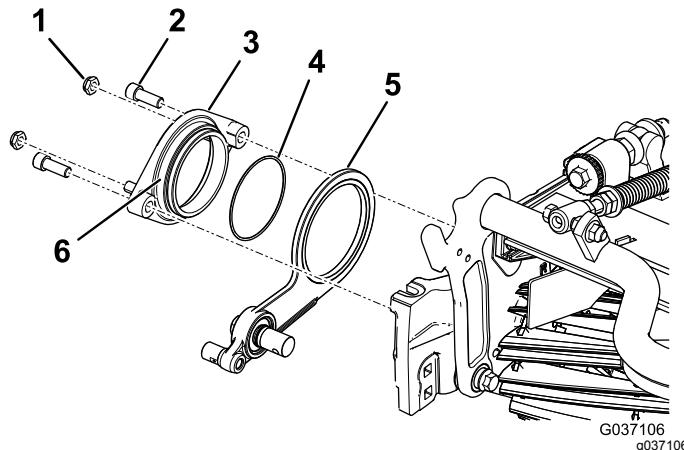

Figura 8
3. Applicate un composto frenafiletto sul diametro esterno del gruppo del mozzo girevole (Figura 8).
4. Fissate il mozzo girevole sul gruppo tendicinghia al cilindro utilizzando 2 bulloni a esagono incassato (Figura 8).
5. Montate, senza serrarli, i 2 dadi di bloccaggio sul mozzo girevole (Figura 8).